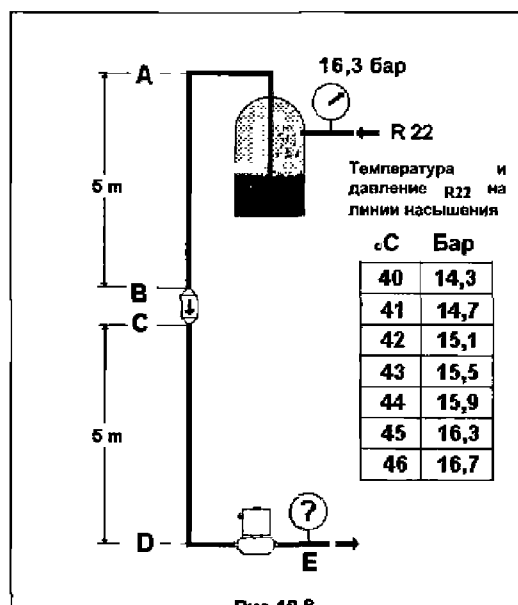

Рис.18.8
**В) Схема участка установки представлена на рис. 18.8**